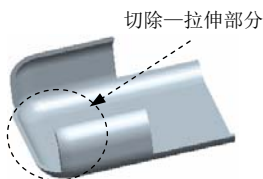
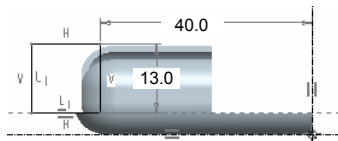

图 5.38.11 实体切削拉伸特征 4
图 5.38.12 截面草图
Step8. 创建图 5.38.11 所示的实体切削拉伸特征 4。单击按钮，按下“移除材料”按钮；选取 RIGHT 基准平面为草绘平面，TOP 基准平面为参考平面，方向为“左”；进入截面草绘环境后，绘制图 5.38.12 所示的截面草图；在操控板上选取深度类型（即“穿透”拉伸）；然后单击按钮，单击“完成”按钮。